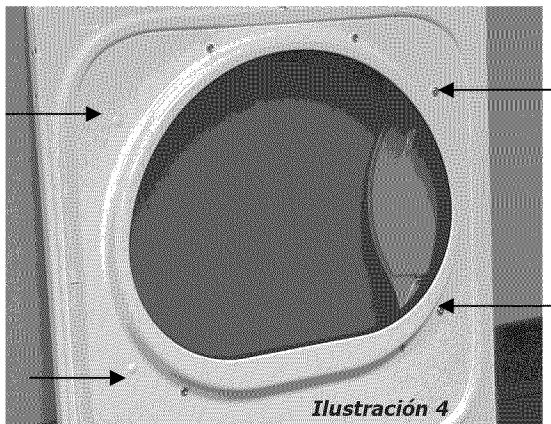

Ilustración 4
- 5 Quite dos (2) tornillos de la manija y dos (2) tapones de la Puerta; teniendo cuidado de no rayar la pintura de la Puerta. (Ilustración 4).